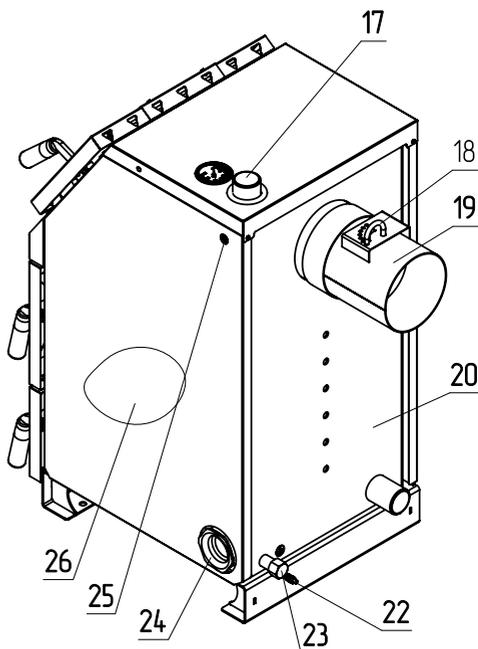

Рис.1 Конструкция отопительного котла
5.1. Котел (рис.1) состоит из корпуса (поз.20), топки (поз.3), теплообменника (поз.1), патрубков дымохода (поз.19) (опция). Для регулировки тяги обязательна установка регулируемого патрубка дымохода ZOTA или шибер (задвижки), как элемента дымохода согласно СП 7.13130.2013. При закрытом положении шибер (задвижки) должно оставаться свободным не менее 20% номинального сечения патрубка дымохода.
Внимание! Не допускается эксплуатация котла без установленной заслонки (рис.1 поз.27), шуровочной решетки (рис.1 поз.8) и зольного ящика (рис.1 поз.5). Эксплуатация котла без установленной заслонки, шуровочной решетки и зольного ящика приводит к прогоранию и деформации водонехохлаждаемых поверхностей котла и лакокрасочного покрытия. Котел не выходит на номинальную мощность. В случае нарушений условий эксплуатации котла рекламации не принимаются.